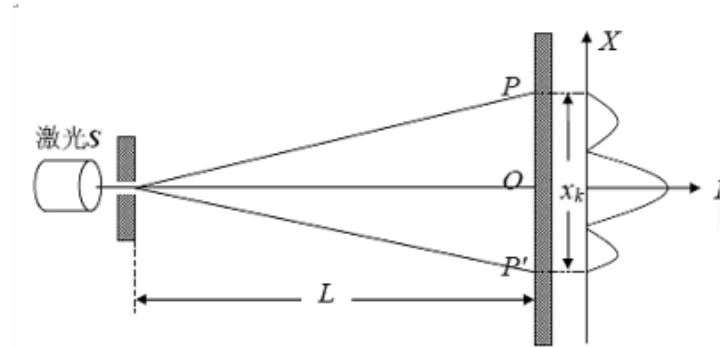

图 11-1 单缝衍射原理图
单缝夫琅和费衍射要求光源和接收衍射图样的屏幕都远离衍射物——单缝。这样做的好处是用简单的计算就可以得到正确的结果，其光路图如图 11-1 所示。S 为波长为 λ 的单色光源，作为平行光束垂直照射到缝宽为 a 的单缝上，在其光屏 P 处，呈现出一组对称的明暗相间按一定规律分布的衍射条纹。由于
1. 记录可调单缝宽度 a_0 ，按照图 11-1 光路图生成单缝衍射图样;